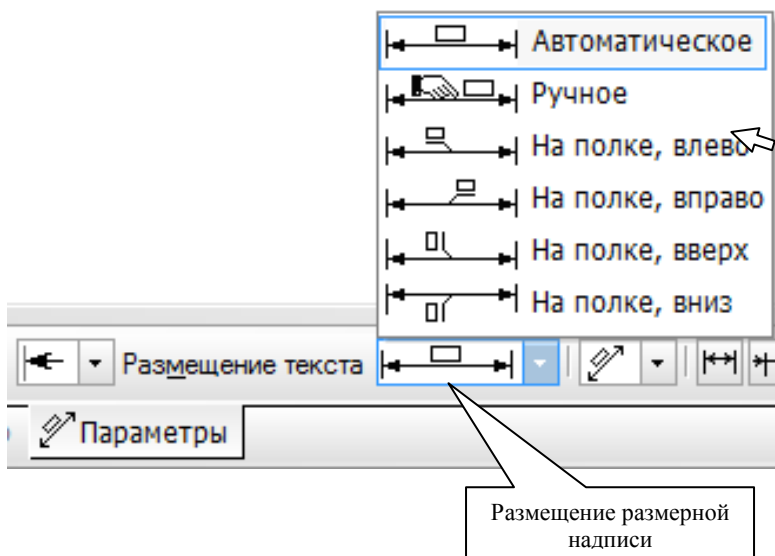

Рис.5
14) Задайте параметр размещения текста «**На полке, влево**» (рис.5).